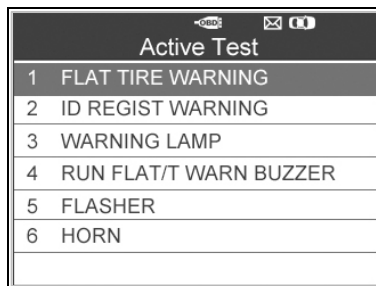

Figure 4.37
- 2) L'outil affiche une liste des tests actifs disponibles pour le véhicule testé. (Figure 4.37).
- 3) Au menu **Tests actifs**, utiliser le bouton de défilement **vers le haut/vers le bas** pour sélectionner la fonction **Avertissement de pneu dégonflé**. (Figure 4.37)